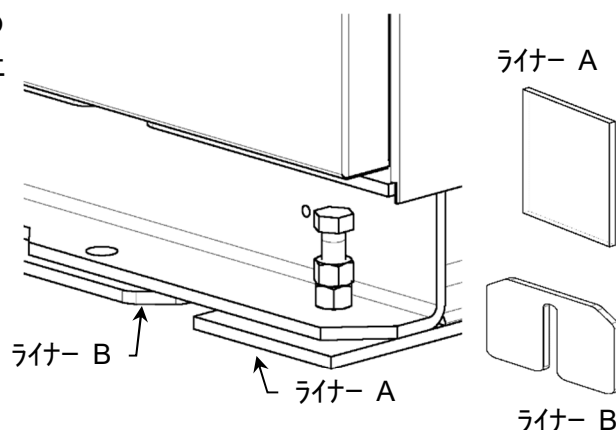

図 4-3
- 1) 機械据付ベッドチャンネルに溶接された前後4箇所のナット(M12)の下、及びアンカー施工4箇所の下に付属の鉄板製ライナーを敷き機械をその上に据付けます。(図4-3)